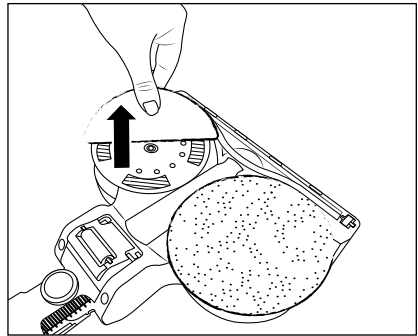

Abb. 17
- ◆ Um ein Wischpad 34 vom Wischaufsatz 31 zu entfernen, fassen Sie es mit den Fingern und ziehen Sie es nach oben vom Wischaufsatz 31 ab (siehe Abb. 17).